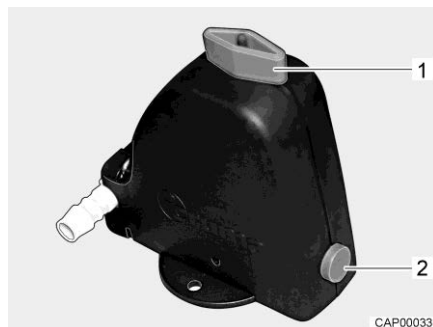

Bild 279 Säkerhets-/avtappningsventil (Truma)
- Öppna säkerhets-/avtappningsventilen (Truma). Vrid då vredet (Bild 279,1) mot säkerhets-/avtappningsventilen. Tryckknappen (Bild 279,2) skjuts ut.